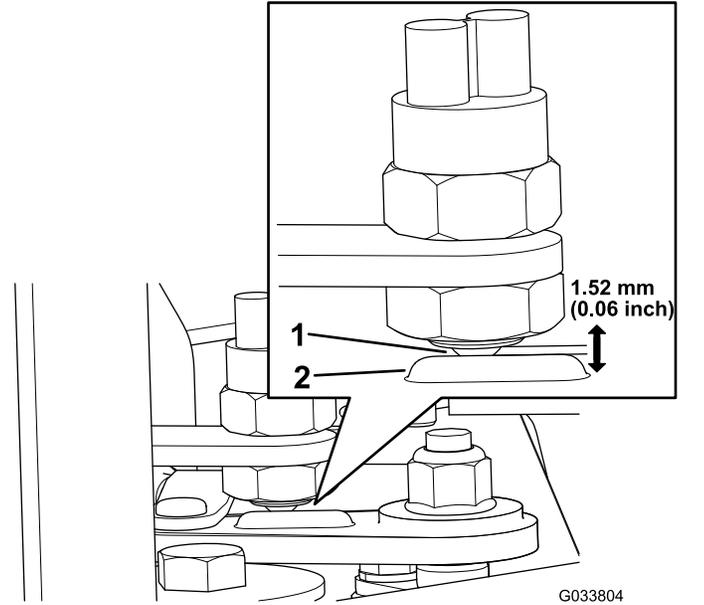

图5
2. 确保滚珠开关位于变速杆上缓冲器的前部 图5。
3. 调节滚珠开关的深度使变速杆缓冲器与滚珠开关表面之间的间隙达到1.52mm 图5。